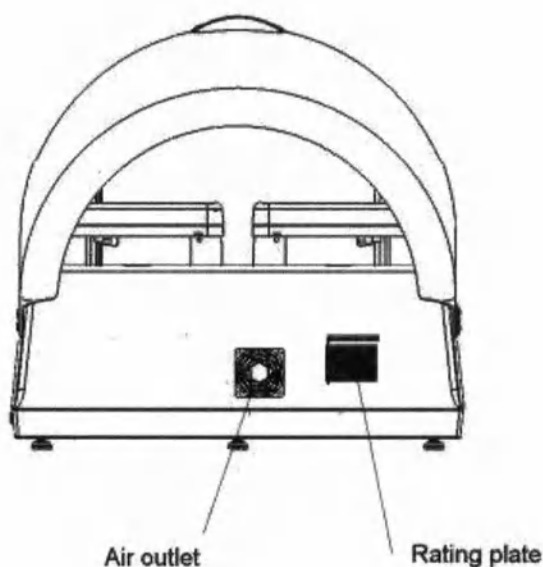

Рис. 5.2 Задняя сторона прибора «Ceveron alpha»
- Не допускайте возникновения каких-либо помех на путях тока воздуха, у вентиляционных отверстий, обозначенных на рис. 5.2 и 5.3
- Перед подключением основного шнура питания прибора «Ceveron alpha» прочитайте информацию, указанную на табличке с техническими данными (паспортная табличка, «rating plate») (рис. 5.2).